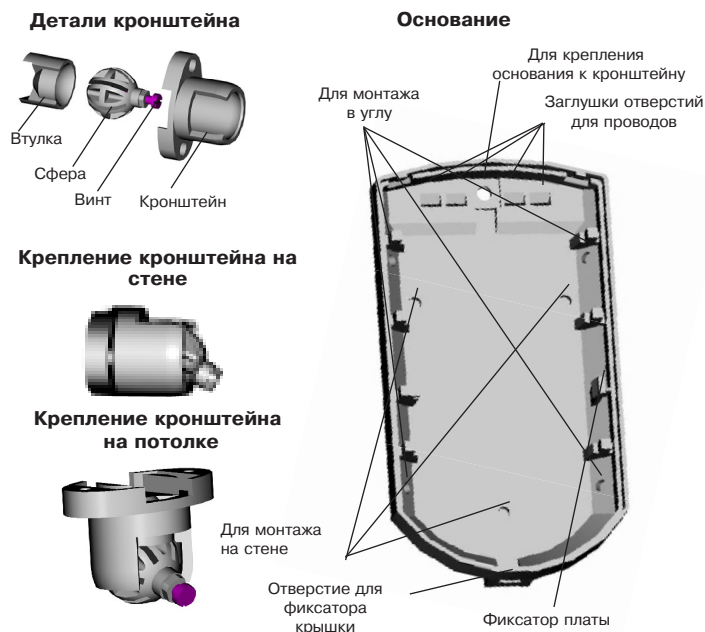

Рисунок 2 — Основание извещателя и кронштейн
- Снимите крышку извещателя, отжав при помощи отвертки фиксатор крышки через отверстие расположенное в нижней части основания извещателя (рисунок 2).
- Просверлите в основании извещателя отверстия (см. рисунок 2), которые будут использоваться для прокладки проводов и крепления извещателя;